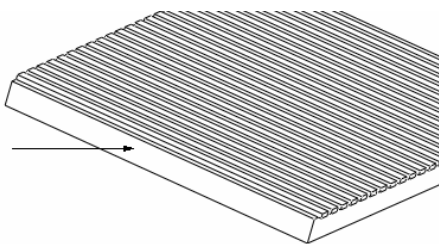

图 29-4
(4) 选择图 29-4 中箭头指示的面为草绘平面，接受系统默认的视图方向和参照平面。